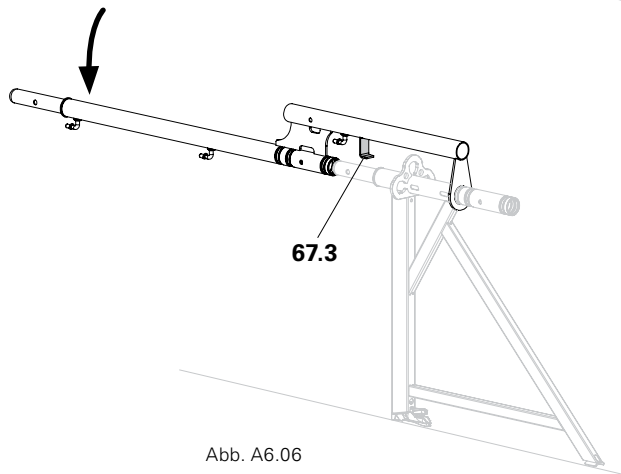

Abb. A6.06
2. Schutzwandpfosten EPS an der Konsole ECM nach oben schieben und auf die Konsole ECM aufstecken. (Abb. A6.06 + A6.07)